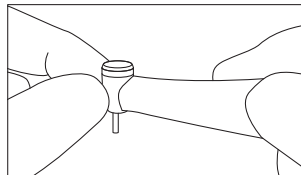

Fig. 5
- 5) Après l'arrêt de la rotation de l'instrument, touchez la tête de l'instrument pour confirmer qu'elle ne chauffe PAS anormalement (Fig. 5).